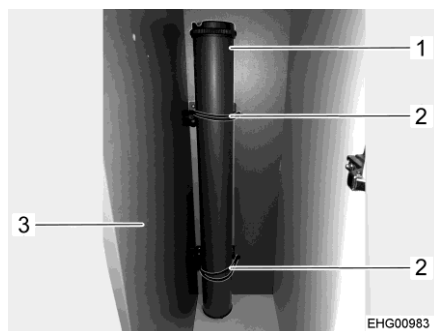

Fig. 38 Piede del tavolo (nell'armadio guardaroba)
- Riporre il piede del tavolo (Fig. 38,1) nell'armadio guardaroba (Fig. 38,3) (dietro la cucina).
- Fissare il piede del tavolo in alto e in basso con nastro in gomma (Fig. 38,2) al supporto previsto.